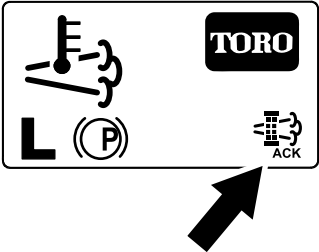

Figura 55
- El InfoCenter muestra la pantalla de inicio y aparece el icono de Regeneración aceptada (Figura 55) en la esquina inferior derecha de la pantalla mientras se realiza la regeneración.